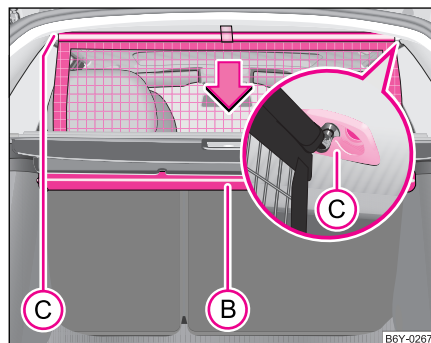

Abb. 62 Netztrennwand einrollen
- Ziehen Sie die Querstange erst auf der einen, dann auf der anderen Seite etwas nach hinten und nehmen die Querstange aus den Aufnahmen **(C)** ⇒ Seite 78, Abb. 62.